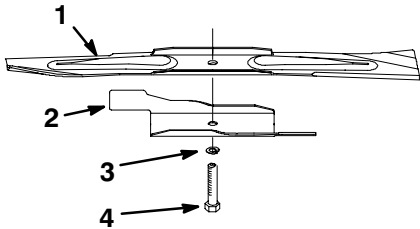

Bild 20
2. Bringen Sie die Messerschraube, Sicherungsscheibe, den Beschleunigungsmechanismus und den Messerbalken an (Bild 20).